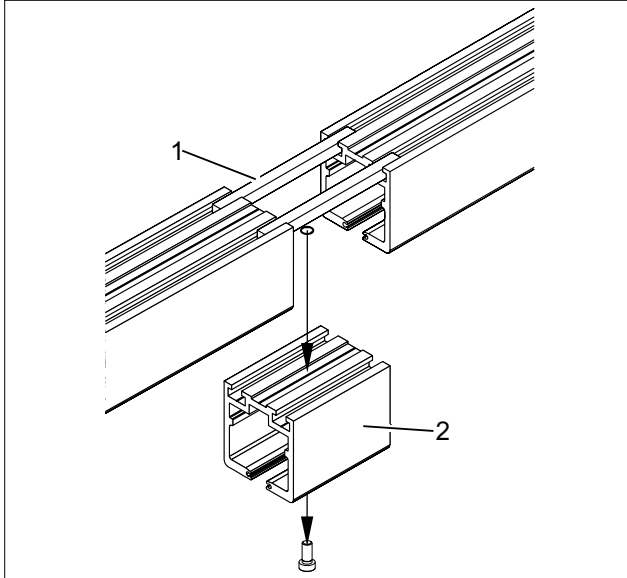

Abb. 44 Revisionsstück entfernen
4. Revisionsstück (Abb. 44/2) entfernen, dazu die Schraube lösen und die Steckkerbstifte (Abb. 44/1) entfernen.